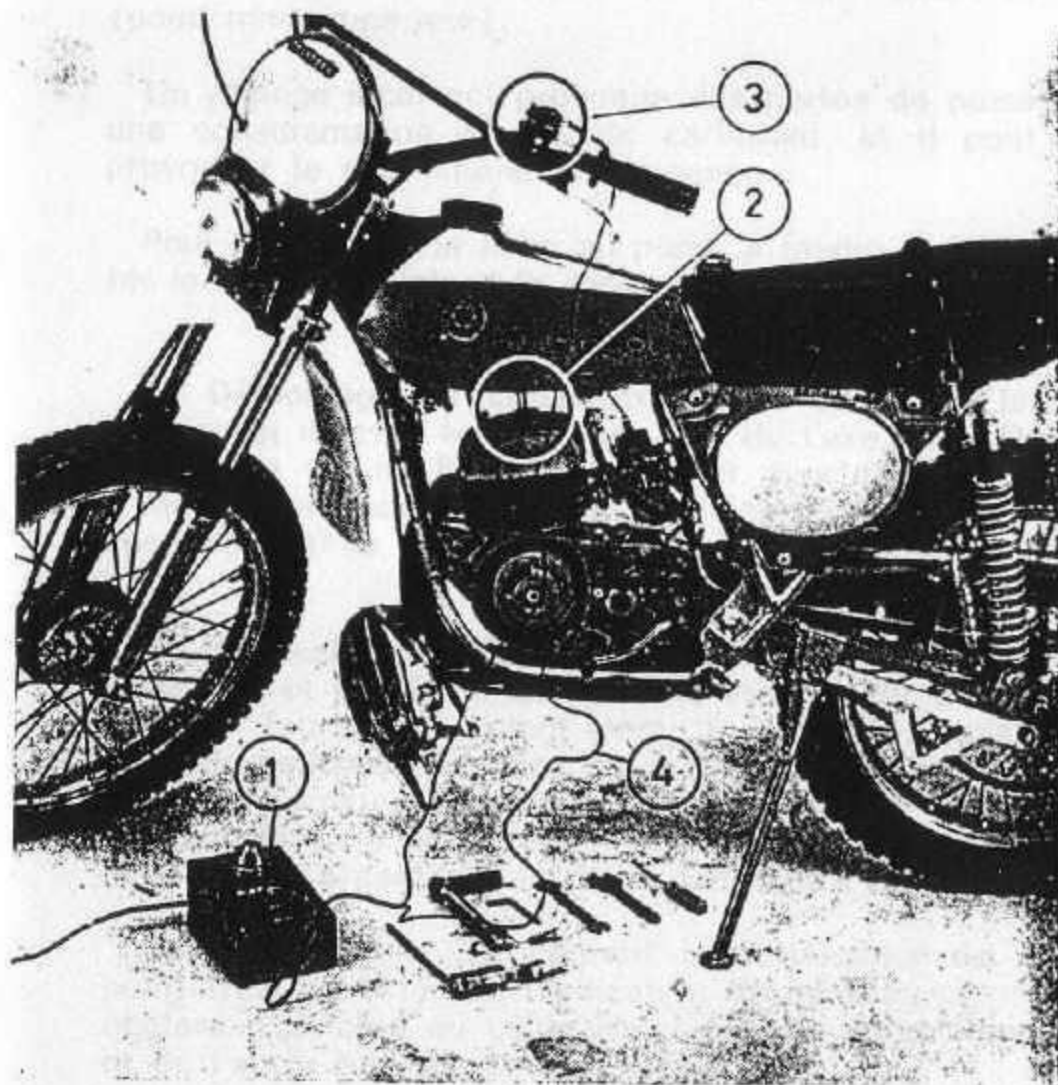

Fig. 15
3. Reglaje del ruptor. Esta regulación se efectúa a través de la ventana del volante magnético al girar éste hacia la izquierda (fig. 15). La superficie de los contactos debe ser plana y limpia, sin oxidaciones.
3. Réglage du rupteur. Le réglage s'effectue à travers la fenêtre du volant magnétique, en tournant celui-ci vers la gauche (fig. 15). La surface des contacts doit être plane et propre, sans oxydation.
3. Points setting. The points are set through the window of the magnetic flywheel on rotating it to the left (Fig. 15). The points should have a flat, clean surface, free from pitting.